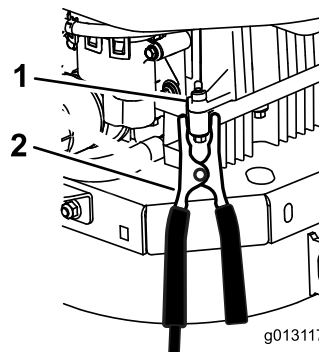

Figura 49
6. Haga la conexión final al bloque motor de la máquina que no arranca (no al borne negativo de la batería) en un punto alejado de la batería, y apártese (Figura 49).